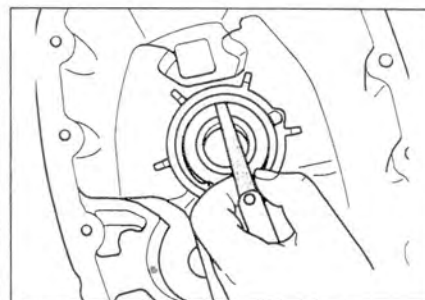

Рис. 5.55. Регулировка первичного вала.
2. С помощью щупа измерьте зазор между шарикоподшипником и стопорным кольцом в трех точках (рис. 5.55). Определите толщину стопорного кольца и установите новое.